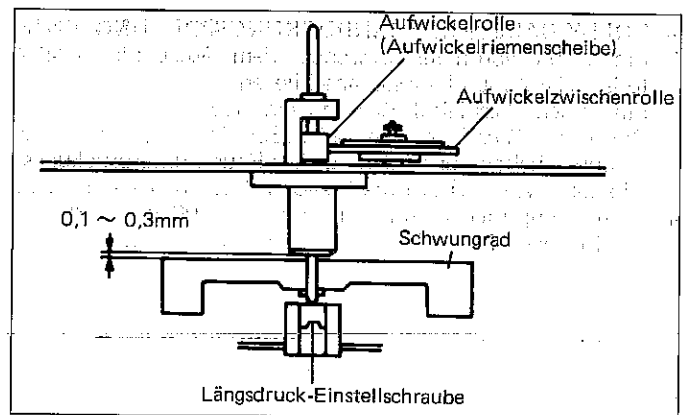

Abbildung 36-1
■ EINSTELLUNG DES SCHWUNGRADLÄNGSDRUCKSPIELS (Siehe Abbildung 36-1.)